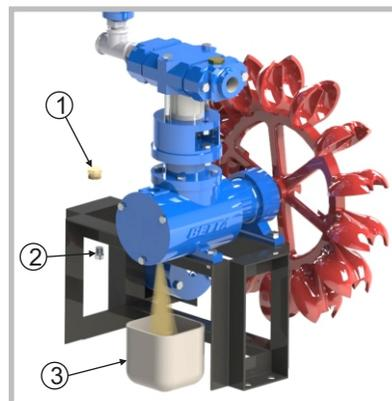

Fig. 12
- 2 - Coloque sob a tampa do cárter um recipiente (3) para a coleta do óleo usado.
- 3 - Retire o tampão de abastecimento do óleo (1) e o tampão de drenagem (2) localizado na parte inferior do cárter da bomba. Dentro do recipiente utilizado para a coleta, verifique se não há indícios de presença de água no óleo.(fig.12)
- 5 - Após o esgotamento total do óleo usado e constada a ausência de água, recolocar o tampão de drenagem (2).